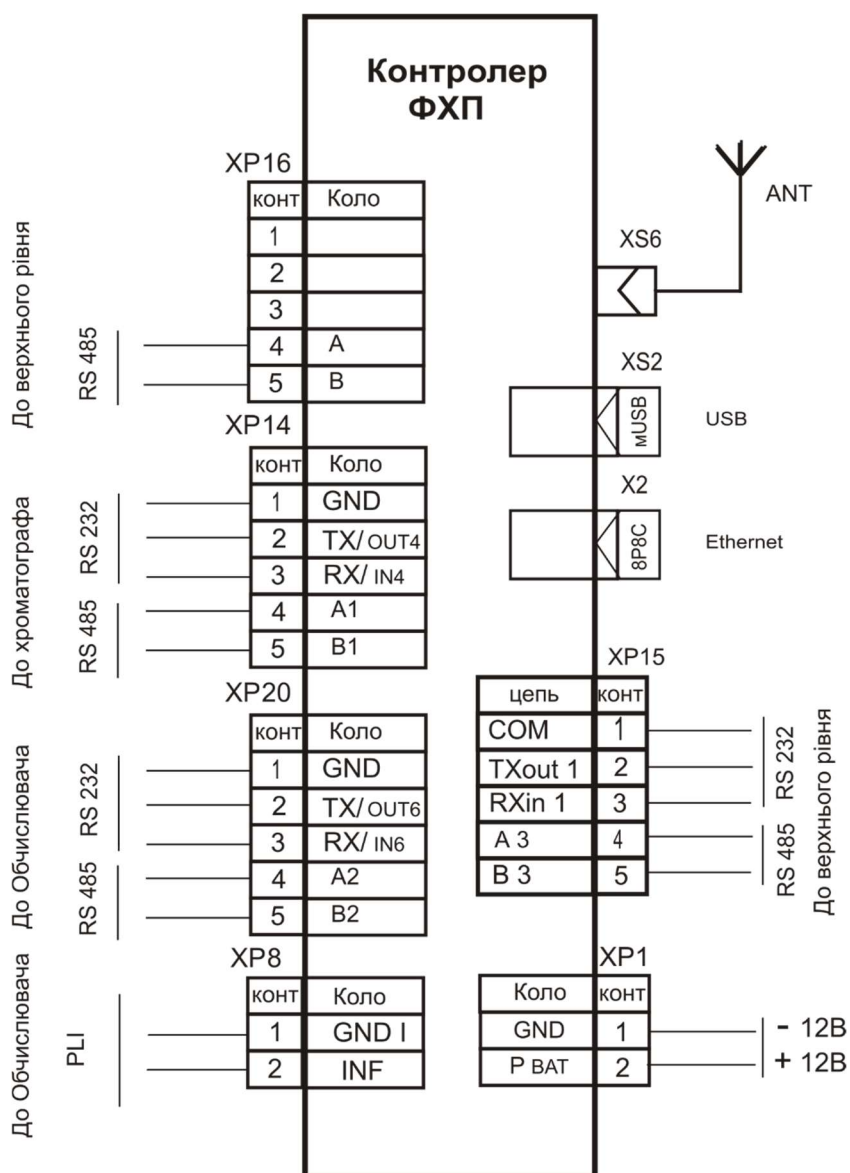

Рис. 1 – Схема внешних подключений Контроллера ФХП
1.11 Схема внешних подключений контроллера изображена на рис.1.
4.4 Контроллер подключается к внешним устройствам с электрическими экранированными кабелями. согласно схеме внешних подключений (рис.1).
5.3 Проверьте правильность подключения подключенных кабелей согласно схеме внешних подключений контроллера (Рис. 1).